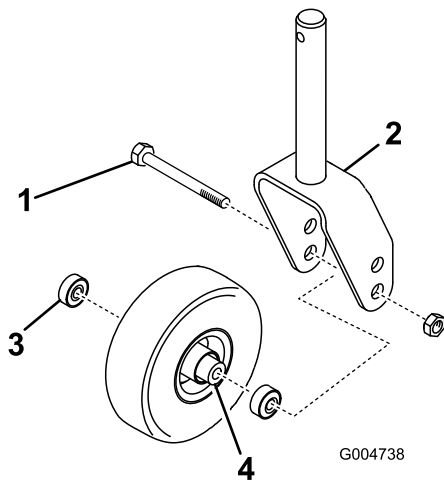
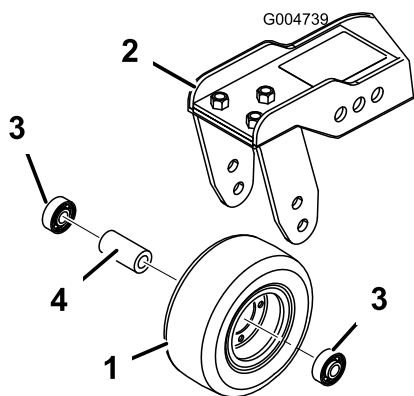

Bild 123
Bild 124
1. Entfernen Sie die Sicherungsmutter von der Schraube, mit der das Laufrad zwischen der Laufradgabel (**Bild 123**) oder dem Laufradgelenkarm (**Bild 124**) befestigt ist.
2. Entfernen Sie das Lager aus der Radnabe und lassen das Lagerdistanzstück herausfallen (**Bild 123** und **Bild 124**).